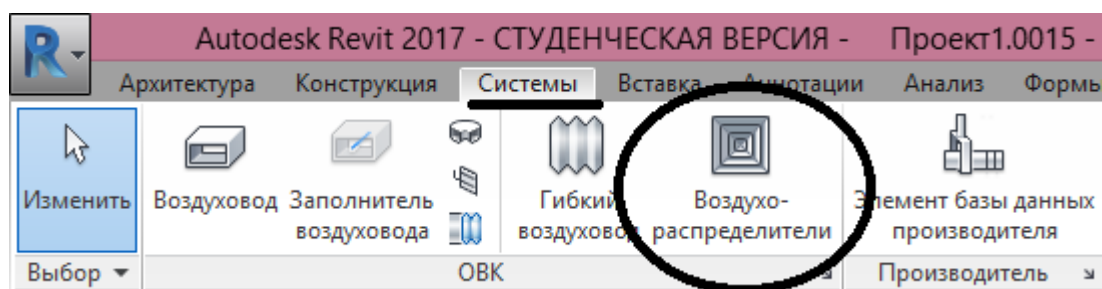

Рисунок 5.7. Установка воздухораспределителей
5.1. Во вкладке Системы нажать «Воздухораспределители» (рисунок 5.7).